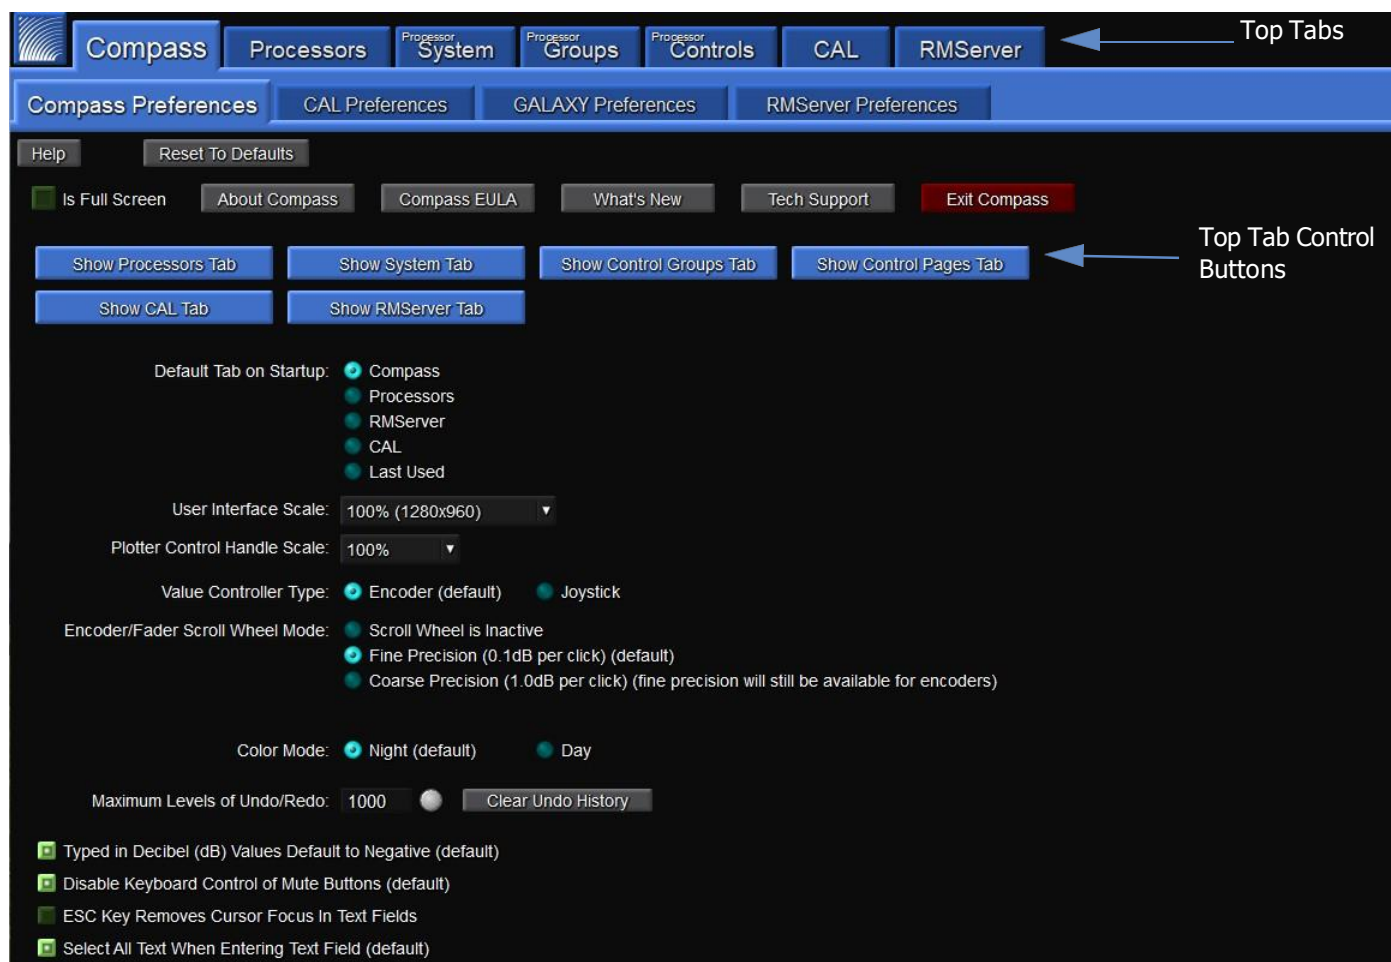

図 11: Compass デフォルト画面
5. コンピューターで Compass ソフトウェアを起動します。Compass のデフォルトのユーザー インターフェースです(図 11)。
Compass コントロール ソフトウェアではさまざまな設定を行うことができます。特定のアプリケーションのニーズに合わせてインターフェイスを効率的にカスタマイズすることもできます。Show Tab Controls (図 11 を参照) が全く選択されていない場合、Compass ウィンドウには Preference 設定タブのみが表示されます。